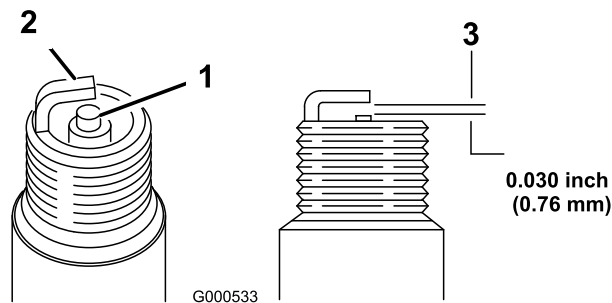

Figure 42
5. Réglez l'écartement des électrodes à 0,76 mm (Figure 42).